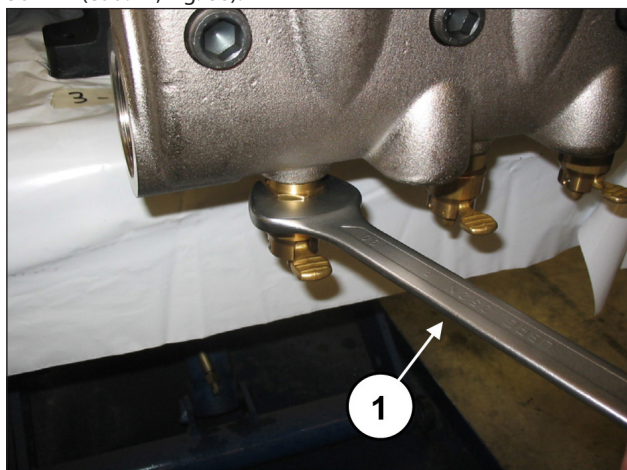

Fig. 86
Solte o dispositivo de abertura da válvula mediante chave de 30 mm (cód. ①, Fig. 86).